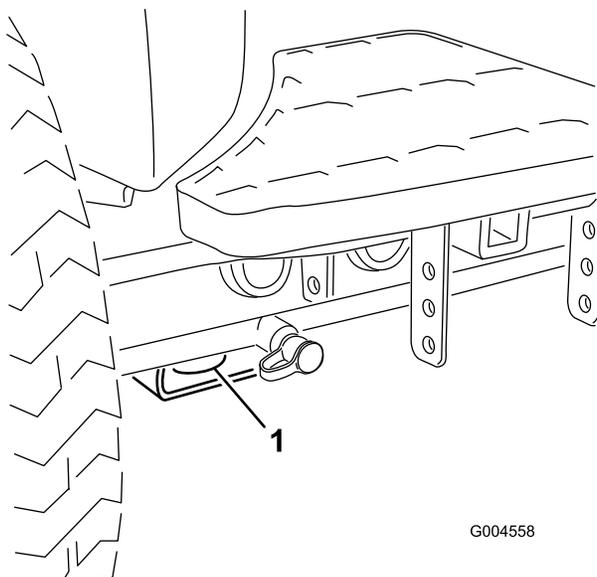

Figure 47
- Avant – trou du patin rectangulaire, sous le tube d'essieu, à l'intérieur de chaque roue avant (Figure 47).